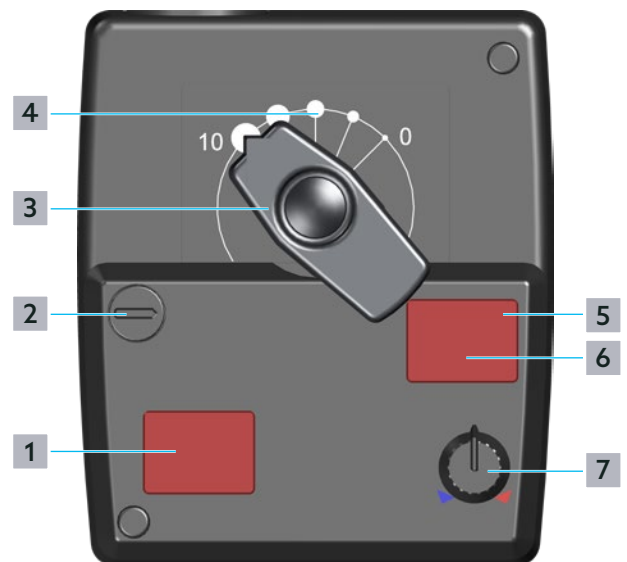

Abb. 4: Bedienelemente Stellmotor
Unter der Abdeckung DIP-Schalter (siehe Position **6** in Abb. 4 auf Seite 8) befinden sich vier DIP- Schalter für weitere Einstellungen. Die Abdeckung können Sie mit einem kleinen Schraubendreher entfernen.
Die Standardeinstellung des Stellmotors ist der Automatikbetrieb. Die Position des Drehgriffs (Position **3** in Abb. 4 auf Seite 8) zeigt die aktuelle Position des Stellmotors an.
Wenn Sie den Drehgriff (Position **3** in Abb. 4 auf Seite 8) im Automatikbetrieb manuell verstellen, kann die Mechanik des Stellantriebs beschädigt werden.
- 1 Schalten Sie das Gerät mit dem Drehknopf (Position **2** in Abb. 4 auf Seite 8) in den manuellen Betriebsmodus.
- 2 Wählen Sie mit dem Drehgriff (Position **3** in Abb. 4 auf Seite 8) die gewünschte Position.